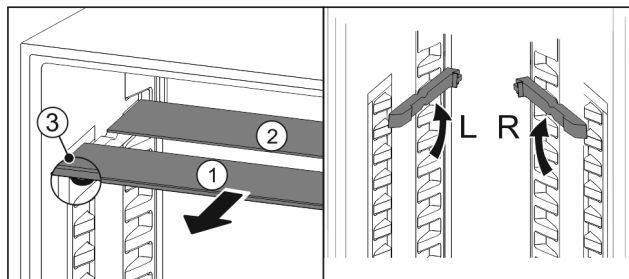

Fig. 57
- ▶ Træk glaspladerne ud enkeltvis fremad Fig. 57 (1).
- ▷ Glaspladen Fig. 57 (1) med pyntelisten ligger foran.
- ▷ Stoppene Fig. 57 (3) peger nedad.